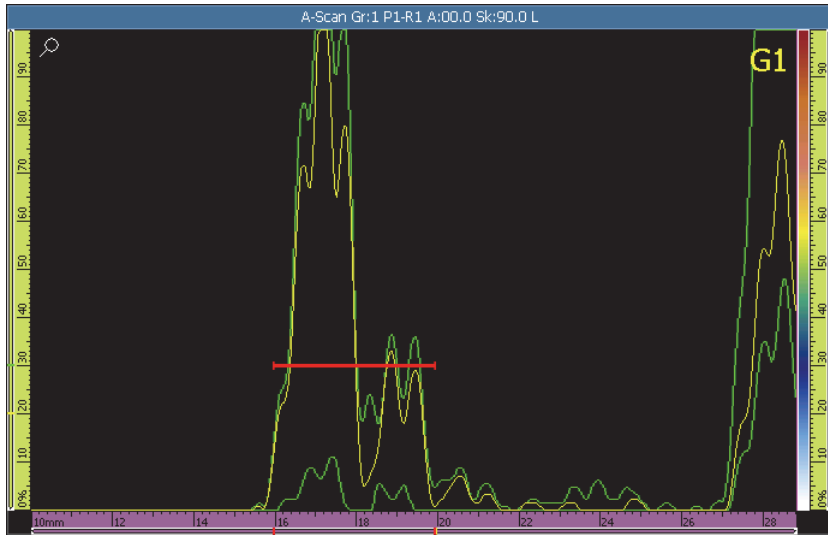

Figura 5-6 Creación de la envolvente para calibrar el retardo de suela
- a) Desplace lentamente la sonda hacia adelante y hacia atrás sobre el bloque de calibración, pasando por el reflector, para crear una envolvente de señal uniforme. Véase la Figura 5-6 en la página 129.